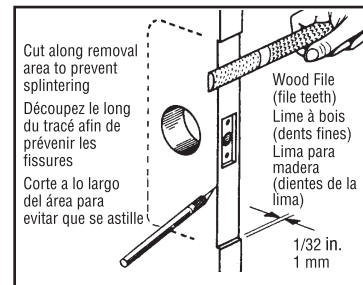

Fig. 4B
Step 4B: To remove 1/32 in. of door edge, remove the handle set, guardplate and latchbolt, and mortise the door edge 1/32 in. to allow for jamb clearance. Use an X-acto knife to cut along the pencil lines to prevent splintering. Then use a wood file or coarse sandpaper with a block, to remove material. Reinstall the latchbolt, guardplate and handle (**Fig. 4B**).
Étape 4B: Pour entamer le rebord de la porte de 0,8 mm, retirez l'ensemble de poignée, la plaque protectrice et le pêne demi-tour, puis mortaisez le rebord de la porte de 0,8 mm. Afin de prévenir les fissures, effectuez la coupe à l'aide d'un couteau de précision en suivant le tracé dessiné au crayon. Éliminez ensuite les ébarbures à l'aide d'une lime à bois ou d'un papier abrasif avec bloc. Remettez ensuite le pêne demi-tour, la plaque de protection et la poignée en place (**Fig. 4B**).
Paso 4B: Para rebajar 0,08 cm (1/32") del borde de la puerta, retire el juego de la manija, la placa de protección y el perno del pestillo y embuta el borde de la puerta 0,08 cm (1/32") para que no haya interferencia con la jamba. Use un cuchillo X-acto para cortar a lo largo de las líneas marcadas con el lápiz para evitar que se astille el área. Luego use una lima para madera o papel de lija de grano grueso con un bloque, para eliminar material. Vuelva a instalar el perno del pestillo, la placa de protección y la manija (**Fig. 4B**).